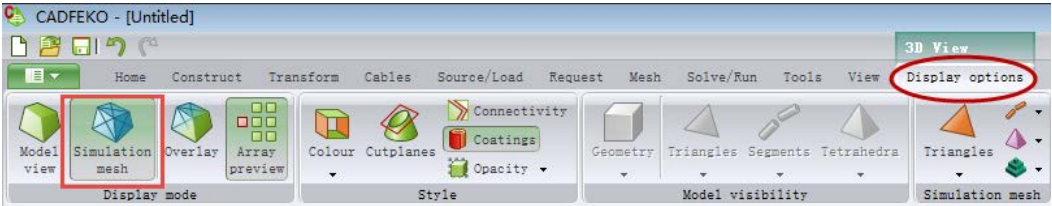
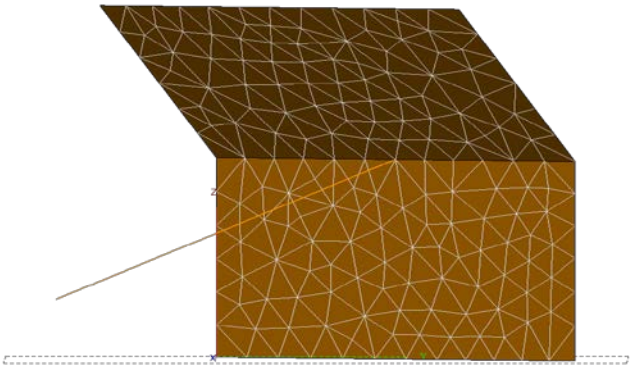

图 3-65 显示网格模式
图 3-66 剖分后的网格
② 单击“Mesh”按钮，生成网格后，在“Display options”菜单中单击“Simulation mesh”按钮，如图 3-65 所示，进入只显示网格模式。剖分后的网格如图 3-66 所示。